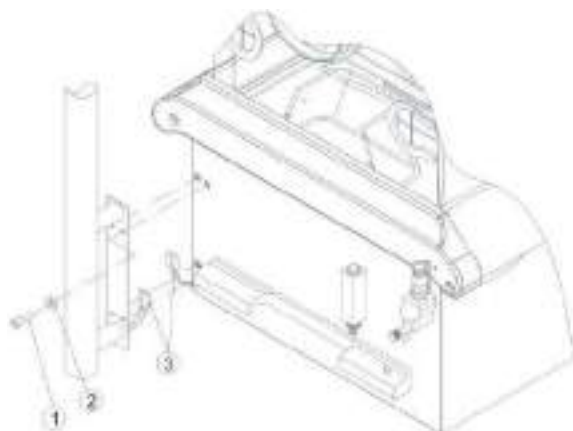

Figura 99 – Instalação da lâmpada auxiliar – opcional para incubadora com corpo metálico
2. Conecte os terminais (6).
3. Utilizando uma chave Allen de 5mm, coloque o parafuso sextavado interno (Allen) (1) com a arruela (2) e a porca (3) no orifício do e aperte, conforme figura 99 e figura 98.
5. Para incubadora com corpo metálico, seguir instruções de montagem conforme figura 99.
6. Conecte os terminais (3).
7. Coloque o suporte do monitor na posição vertical, alinhando todos os furos conforme figura 99.
8. Utilizando uma chave Allen de 5mm, coloque o parafuso sextavado interno (Allen) (1) com a arruela (2) no orifício e aperte.